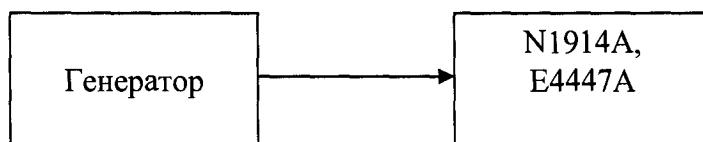

Рисунок 2
8.3.1 Определение абсолютной погрешности установки уровня выходного сигнала проводить путем сличения установленного значения уровня выходного сигнала с показаниями ваттметра N1914Aс преобразователем мощности в соответствии с частотным диапазоном, и анализатора спектра E4447A (рисунок 2).